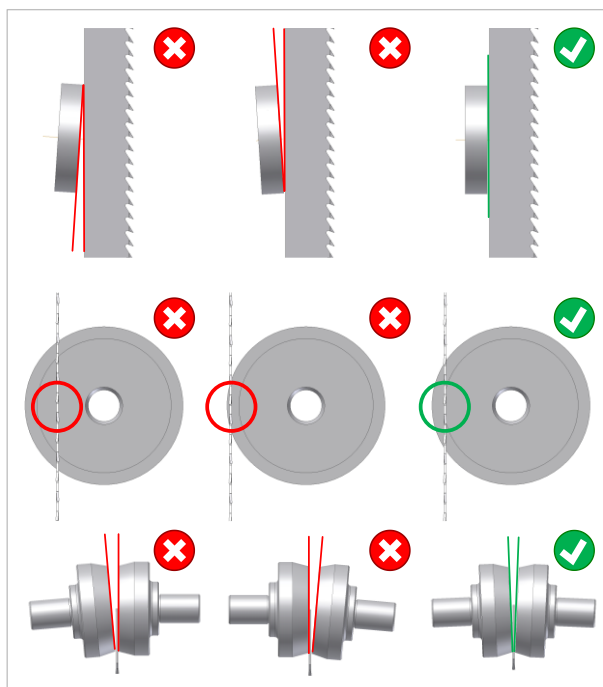

Abbildung 31: Grundeinstellung der Rücken- und Seitenrollen
- Seitenrollen so einstellen, dass sie das Sägeblatt nur leicht berühren (siehe ⇒ Abbildung 31). Bitte Acht geben, dass hierbei das Sägeblatt nicht seitlich weggedrückt wird!
- Die ⇒ Abbildung 31 zeigt ganz rechts die optimale Einstellung der Rücken- und Seitenrollen und links bzw. mittig, welche Einstellungen falsch sind und vermieden werden müssen.
- Die Rückenrolle muss parallel zum Sägeblatttrücken (senkrecht) stehen (⇒ Abbildung 31 oben rechts).
- Das Sägeblatt muss genau vor der Innenkante der Rückenrolle laufen (⇒ Abbildung 31 Mitte rechts).
- Die Öffnungswinkel zwischen den Seitenrollen und dem Sägeblatt müssen auf beiden Seiten des Blattes gleich groß sein (⇒ Abbildung 31 unten rechts).
Falsche Grundeinstellung der Führung.	→ Grundeinstellung (⇒ Abbildung 31) überprüfen und ggf. neu einstellen (siehe ⇒ 10.7.2).
Sägeblatt läuft zu weit innen auf der Rückenrolle.	→ Grundeinstellung (⇒ Abbildung 31) überprüfen und ggf. neu einstellen (siehe ⇒ 10.7.2).